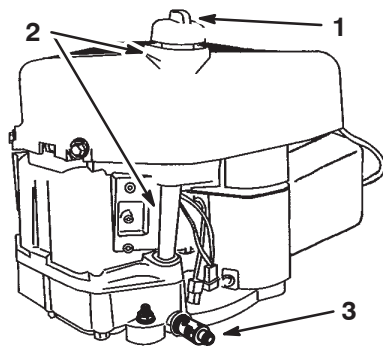

Figure 17
2. Nettoyez la surface autour de la jauge d'huile (Fig. 17) pour éviter que des impuretés ne s'introduisent dans le goulot de remplissage, ce qui risquerait d'endommager le moteur.
10. Nettoyez la surface autour de la jauge d'huile et dévissez le bouchon (Fig. 17).
11. Versez lentement environ 80% de la quantité d'huile spécifiée dans le goulot de remplissage (Fig. 17) (voir Entretien de l'huile moteur, page 20).